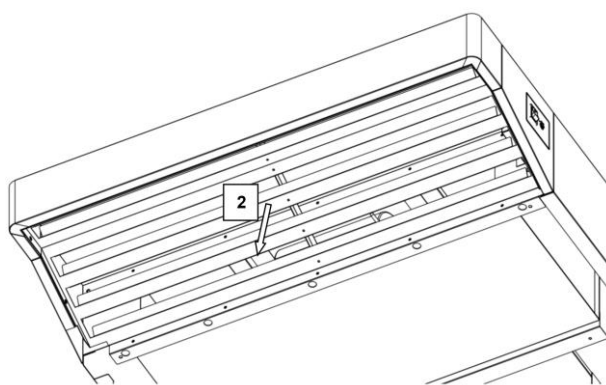

Fig. 4.2
- Hacer que baje la reja (Fig. 4.2. part. 2).